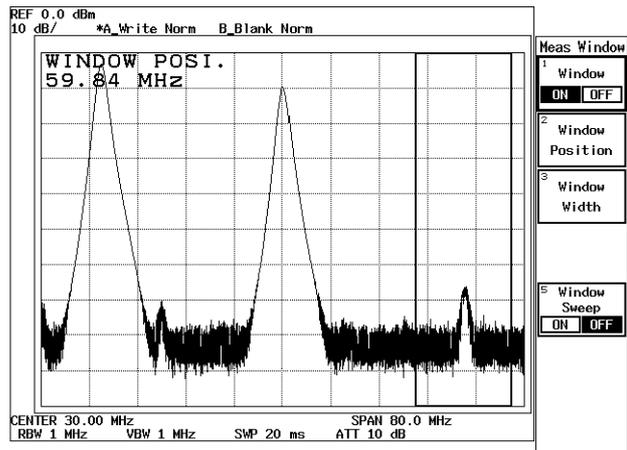

図 2-31 メジャリング・ウィンドウの表示
13. **Window Position** を押し、メジャリング・ウィンドウをデータ・ノブで右側のピークに移動します。(図 2-31 参照)。